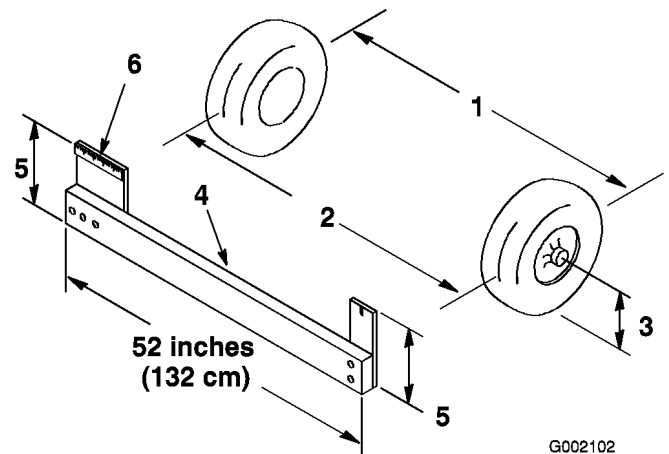

Bild 11
1. Messen Sie den Abstand zwischen beiden Vorderreifen auf Achshöhe (an der Vorder- und Rückseite der Vorderreifen) (Bild 11). Eine Messlehre ist für das hintere Maß der Vorderreifen auf Achshöhe erforderlich. Benutzen Sie das gleiche Maß für das genaue Vermessen der Vorderseite der Vorderreifen auf Achshöhe (Bild 11).